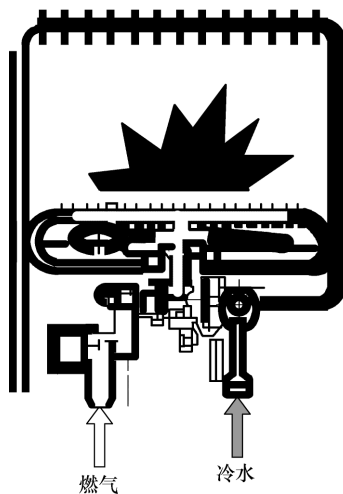

图 3-8 喷气/引燃
4) 喷气/引燃: 点火 1s 左右后电磁阀开启, 燃气进入喷嘴, 均匀分布到火排出火口, 脉冲放电点燃燃气和空气混合物, 形成稳定的火焰燃烧, 如图 3-8 所示。